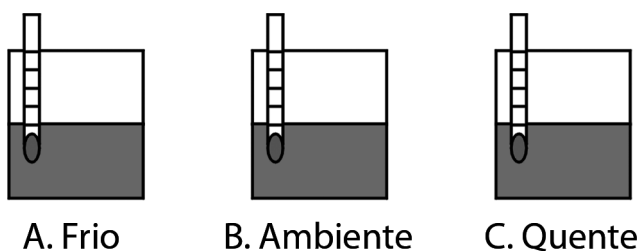

Figura 3.1: Recipientes com água em temperaturas diferentes.
1. Coloque quantidades iguais de água nos três recipientes A, B e C (Figura 3.1).